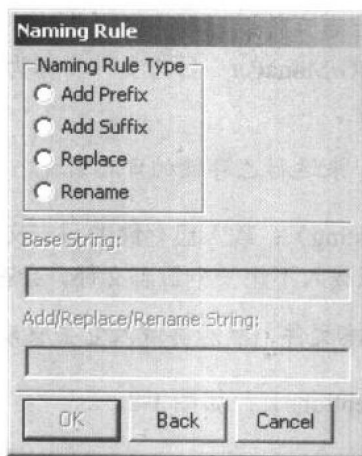

图 1-5 定义命名规则对话框
- 定义命名规则 (Define Naming Rule) 定义默认克隆的组件的默认命名规则。命名规则对话框如图 1-5 所示。